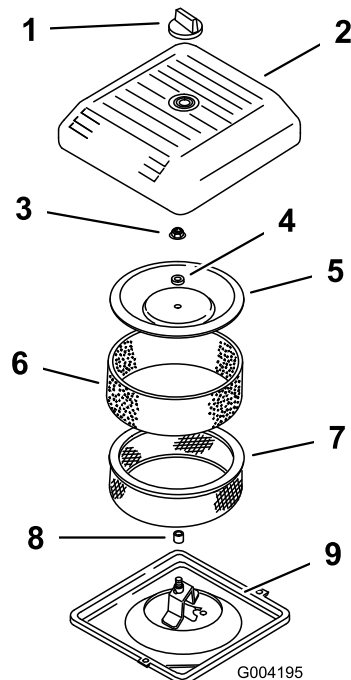

Figura 30
4. Svitare la manopola e togliere il coperchio del filtro dell'aria (Figura 30).
5. Estrarre con cautela il prefiltro in schiuma dall'elemento in carta (Figura 30).
6. Svitare il dado del coperchio e togliere coperchio, distanziale ed elemento di carta (Figura 30).
2. Collocare il gruppo filtro sulla base del filtro dell'aria (Figura 30).
3. Montare coperchio, distanziale e fissarli con il dado del coperchio (Figura 30). Serrare il dado a 11 Nm.
4. Montare il coperchio del filtro dell'aria e fissarlo con la manopola (Figura 30).